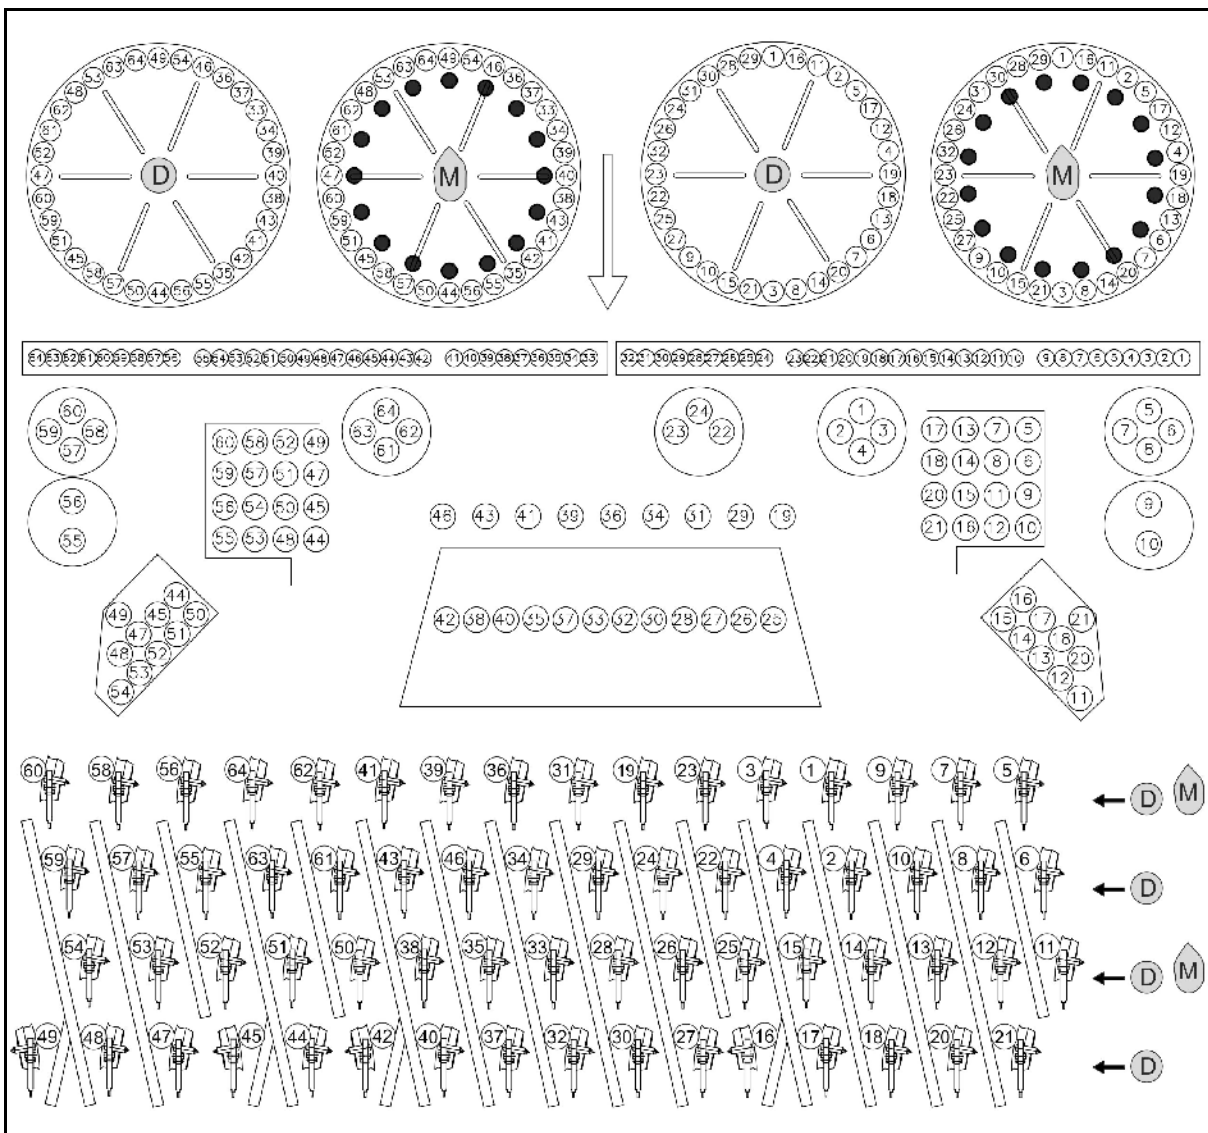

Рис. 37
• Кукуруза **M**: установите заглушки   согласно Рис. 37.